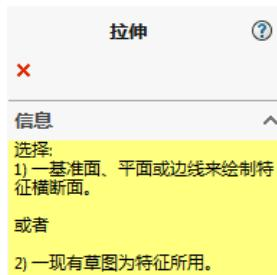

图 5.1.22 “拉伸”对话框
Step1. 选择命令。选择下拉菜单 $\text{插入(I)} \rightarrow \text{凸台/基体(B)} \rightarrow \text{拉伸(E)…}$ 命令（或单击“特征(F)”工具栏中的 拉伸 按钮），系统将弹出图 5.1.22 所示的“拉伸”对话框。